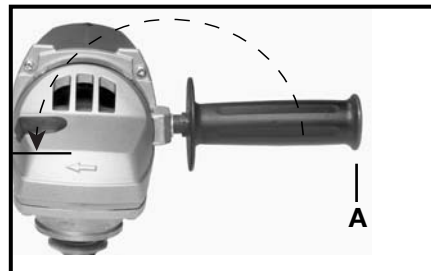

Fig. 1A
Con la máquina se suministra un mango auxiliar (A), Fig. 1A. Este mango puede posicionarse en varias ubicaciones en el arco que se muestra en la Fig. 1A. Este mango **DEBE UTILIZARSE EN TODO MOMENTO** para mantener un control completo de la máquina.
1. Introduzca el extremo roscado del mango en la abrazadera para el mango (A), Fig. 1A.